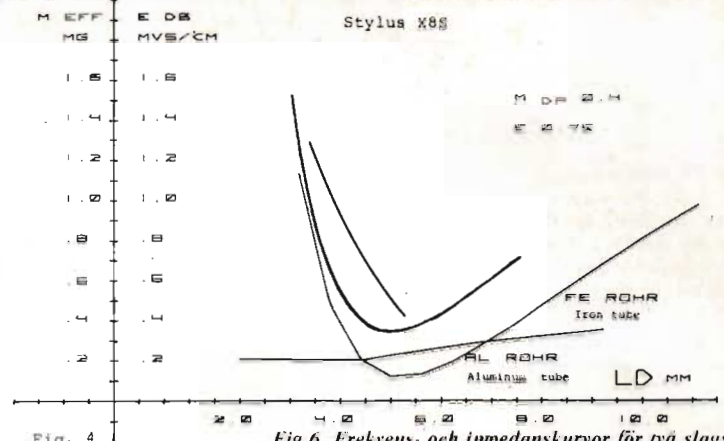

Fig 6. Frekvens- och impedanskurvor för två slags spetsar.
Av fig 6 framgår frekvensgång och impedansrespons för dels en rigid nålspets, dels en elastisk avkännare. Ser man till hithörande impedanskurvor, urskiljs att i fallet med den elastiska nålen impedansförhållandena för högfrekvensområdet är påtagligt lägre än vad som gäller för den rigida avkännaren. Elasticiteten för aluminiumröret — uttryckt i ekvivalentkretsen av kapacitansen C3 — avkopplar järnrörets massa (C4). En lämpad elasticitet kan uppnås i dimensioneringshänseende genom att man väljer en passande längd för röret, avväger vägtjockleken ifråga om al-röret (1), tar till ett passande råmaterial i sig samt kalkylerar noga arean för överlappningen med järnröret (= järnrörets överlappning av al-röret). Med beaktande av den så resulterande frekvensgången kan man framhålla, att identiska friktionsvärden valts för båda fallen, vilket dock skulle ställa sig opraktiskt i fråga om den rigida nålen.